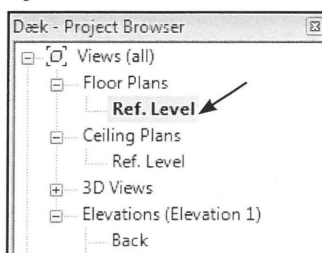

Fig. 09.17. Project Browseren.
- Gå til *Floor Plans: Ref. Level* i *Project Browseren* (Fig. 09.17)